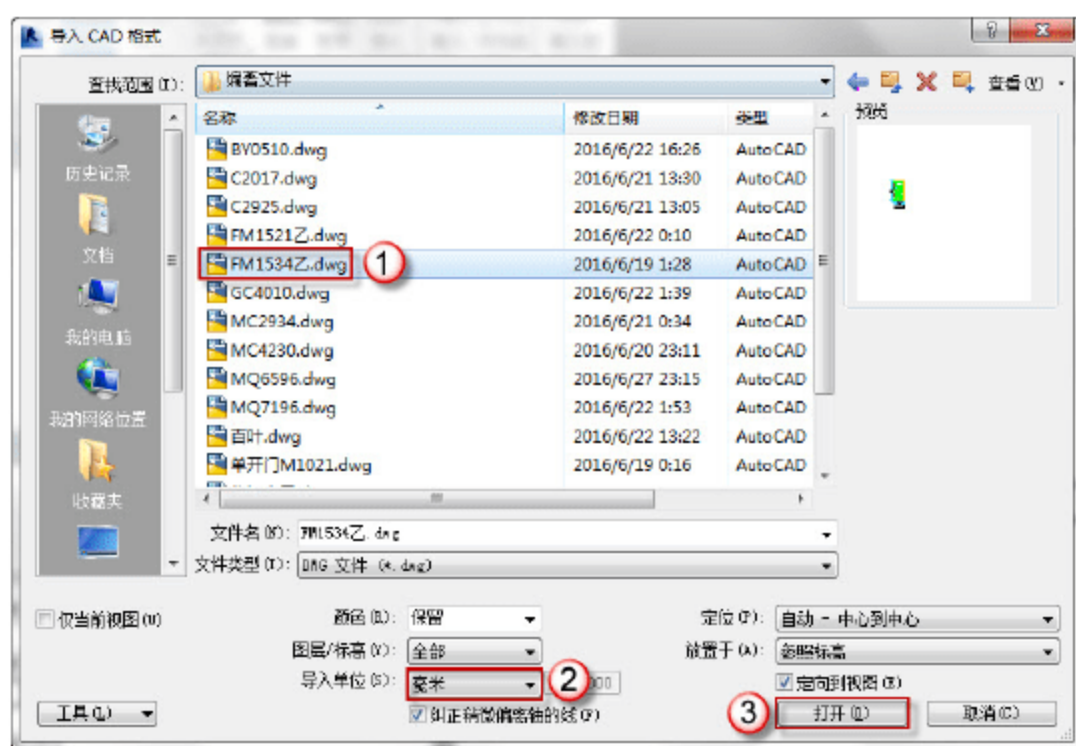

图 6.2.8 导入“FM1534 乙.dwg”文件
(7) 导入 CAD 图形。选择“插入”→“导入 CAD”命令，弹出“导入 CAD 格式”对话框，选择“FM1534 乙.dwg”文件，将“导入单位”改为“毫米”，单击“打开”按钮，如图 6.2.8 所示。